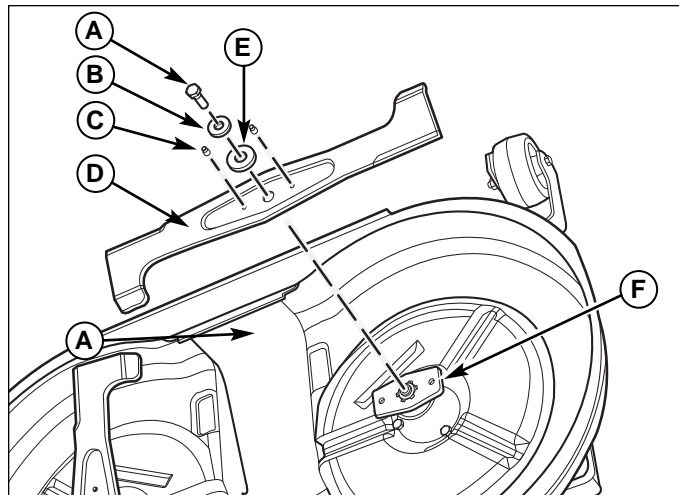

Figure 24. Installation de la lame
3. Déposer la vis de fixation (A, Figure 24), la rondelle élastique (B), la rondelle cannelée (E), la goupille de positionnement (C) et la lame (D). Ne pas déposer le raccord de lame (F).
8. Poser la rondelle cannelée (G, Figure 24), la rondelle élastique (F) et la vis de fixation (A). Bloquer la lame avec une cale en bois (B) pour l'empêcher de tourner et serrer la vis de fixation (A) 30 +/- 3Nm.
4. Déposer la vis de fixation (A, Figure 24), la rondelle élastique (B), la rondelle cannelée (E).
6. Poser la goupille de positionnement (C, Figure 24), la rondelle cannelée (E), la rondelle élastique (B) et la vis de fixation (A). Bloquer la lame avec une cale en bois pour l'empêcher de tourner en serrant la vis de fixation (A)  $30 \pm 3\text{Nm}$ .